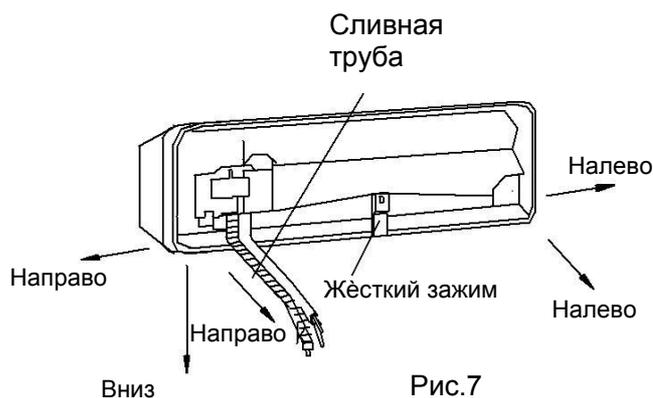

Рис.7
1. Соединение правой задней трубки (аналогично правой нижней трубке) (дополнительно, см. Рис.7)
См. рис. 7.